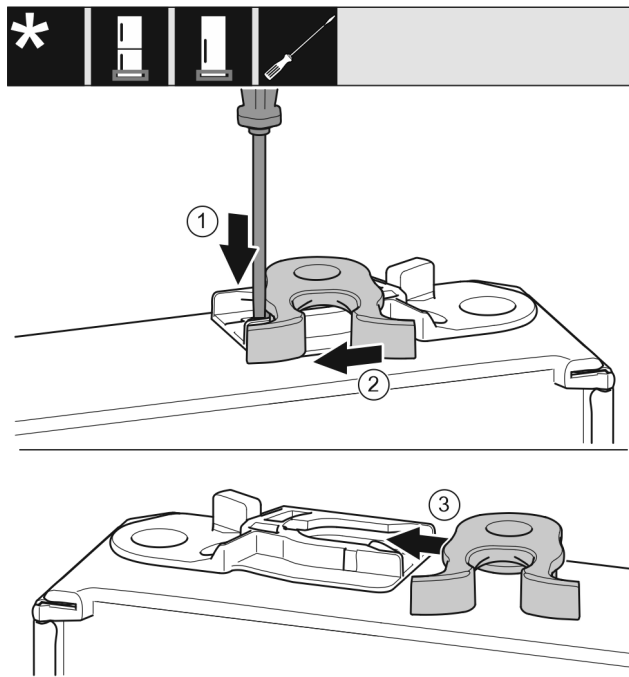

Fig. 20
- ▶ Presione hacia atrás la pestaña Fig. 20 (1) con el destornillador de punta ranurada.
- ▶ Retire el gancho de cierre Fig. 20 (2) de la guía.
- ▶ Deslice el gancho de cierre Fig. 20 (3) hacia la guía sobre el lado opuesto.